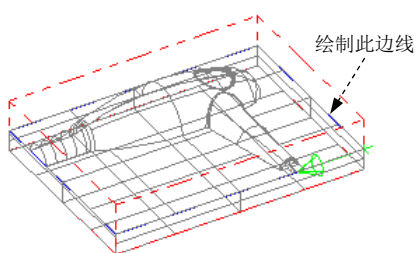

图 11.13.4 绘制切削范围
Step1. 绘制切削范围。绘制图 11.13.4 所示的切削范围。绘制大致形状即可, 可参见视频。
② 设置加工边界。在 **Containment boundary** 区域中单击 按钮，系统弹出“串连选项”对话框。在图形区中选择图 11.13.4 所绘制的边线，单击 按钮，系统返回至“刀具路径的曲面选取”对话框。
③ 单击 按钮，完成加工区域的设置，同时系统弹出“曲面粗加工挖槽”对话框。